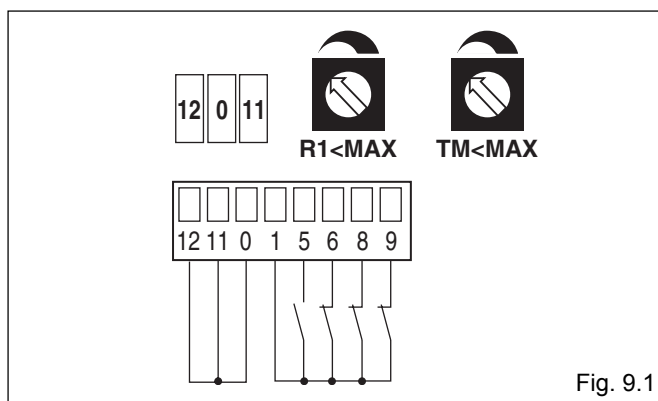

Fig. 9.1
- (Fig. 9.1) **Het paneel stopt op de mechanische aanslagen en op de obstakels.**